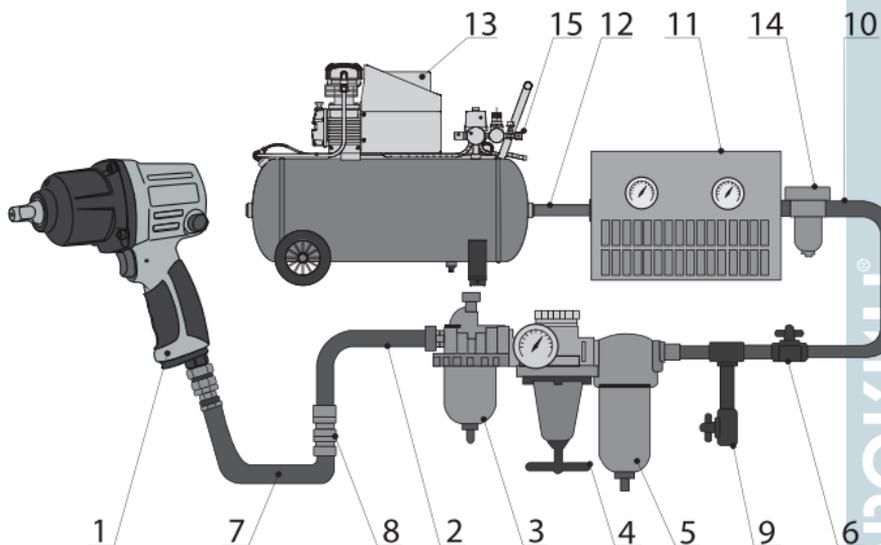

Рисунок 1 – Схема подключения пневматики
4. Производите очистку воздушного фильтра каждую неделю. Рекомендованная схема подключения приведена на рис. 1.